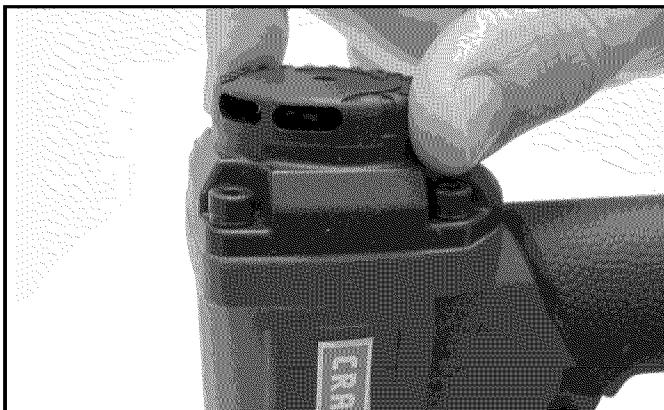

Figura 9 - Ajuste del Deflector de Escape
- El deflector de escape puede colocarse para apuntar en cualquier dirección (movimiento total de 360°). Vuelva a colocar el deflector agarrándolo de manera firme y girándolo hacia la posición deseada (vea la Figura 9).